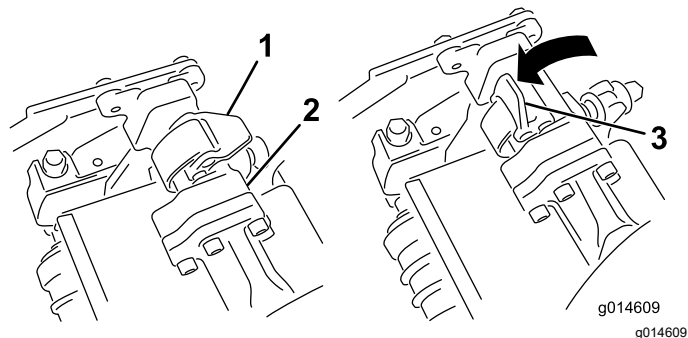
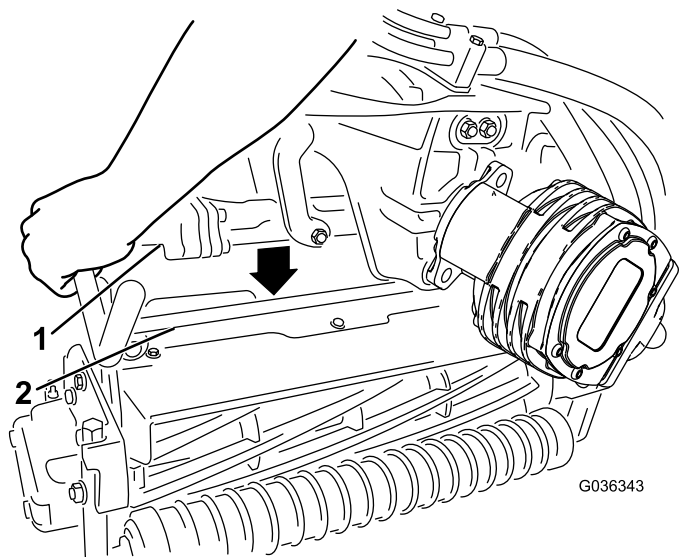

Figura 58
Figura 59
4. Con i fermi del braccio di sospensione rivolti verso l'alto (cioè aperti) (Figura 58), premete il braccio di sospensione verso il basso in modo che la barra si inserisca nella barra della parte superiore dell'apparato di taglio (Figura 59).
5. Chiudete i fermi spostandoli verso il basso e attorno alla barra dell'apparato di taglio, quindi bloccateli in posizione (Figura 58).
5. Aprite i fermi sulla barra del braccio di sospensione dell'apparato di taglio che state rimuovendo (Figura 58).